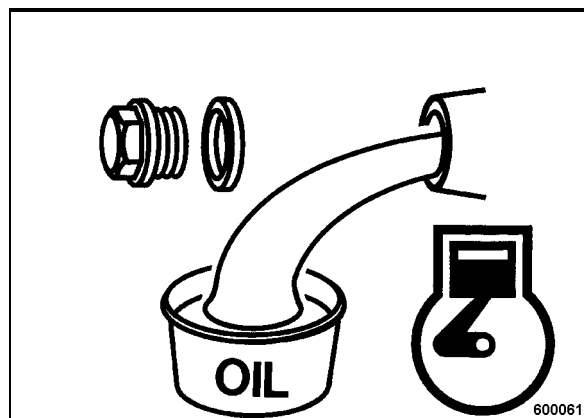

Fig. 34
- Recoger el aceite usado saliendo (Fig. 34).